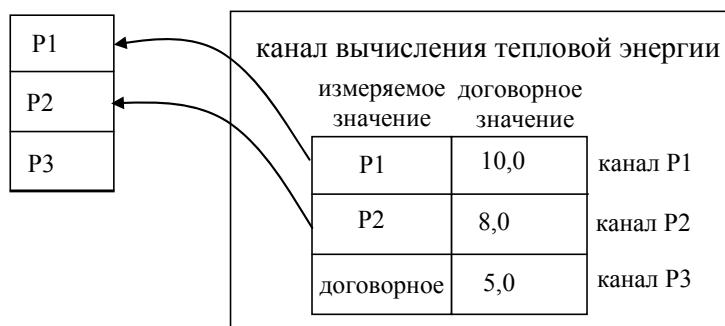

Рисунок 6.3
**3 -** В каждом канале расхода, температуры и давления параметр может быть задан как измеряемым, так и договорным (см. дополнительные настройки ТС - таблицу Д3.1-2). Например (см. рисунок 6.3): в случае отказа ПД в канале Р1, при выборе соответствующего типа реакции на НС, вместо измеренного давления в расчетах будет использоваться договорное значение, а в канале Р2 – всегда используется только договорное значение и для этого канала не задаются верхнее и нижнее пороговые значения.